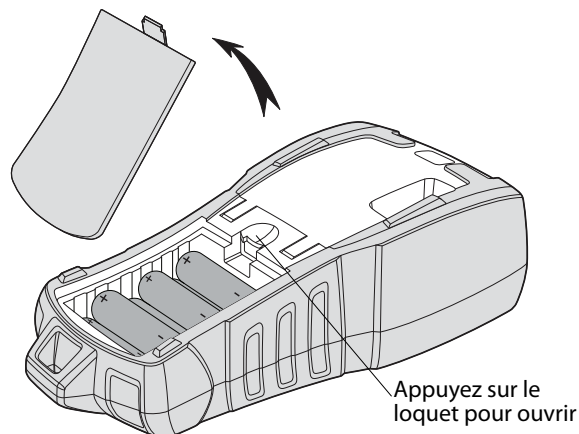

Figure 2
1. Appuyez sur le loquet à l'arrière de l'imprimante pour retirer le couvercle du compartiment à piles. Voir Figure 2.
2. Placez les piles dans le compartiment à piles. Voir Figure 2.